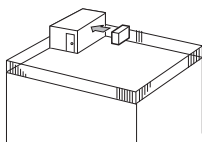

Fig. 2-4
- ① Výstup vzduchu nasmerujte na najbližšiu dostupnú stenu, do vzdialenosti približne 35 cm od nej. (Fig. 2-4)